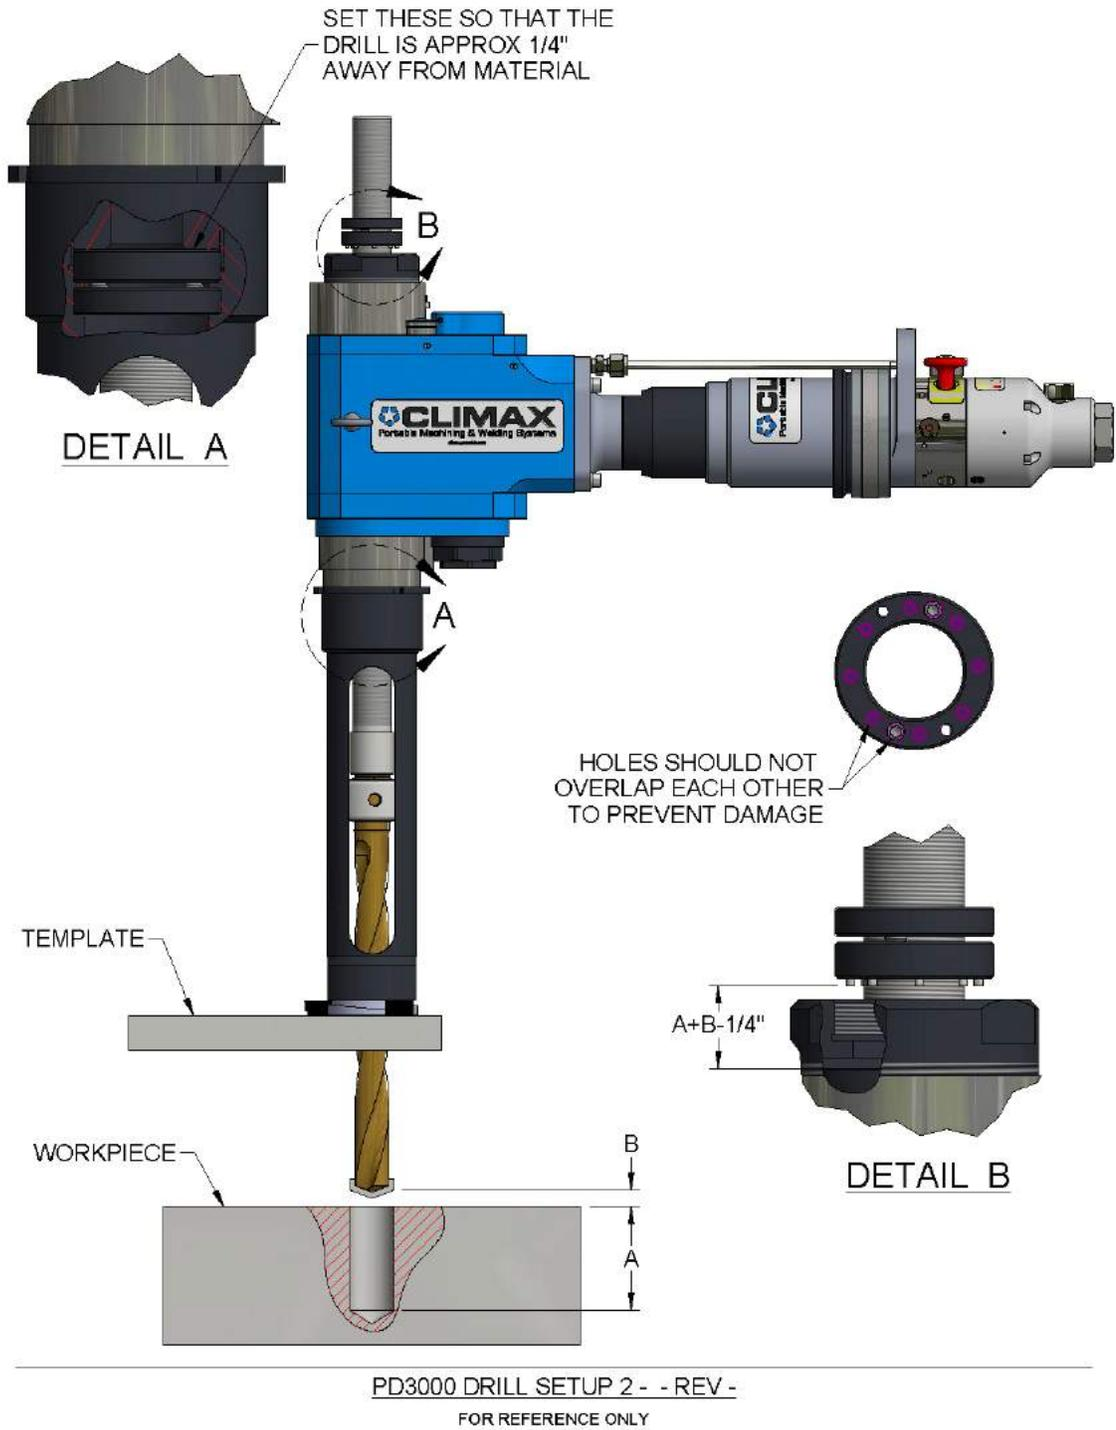

ABBILDUNG 3-3. EINRICHTEN DES BOHRERS
2. Stellen Sie die Tiefen- ein und die Zurückfahrmanschetten von Hand ein, bis die gewünschte Bohrtiefe/Abschalttiefe erreicht ist. Siehe Abbildung 3-3.
Beziehen Sie sich bei dem Folgenden auf Abbildung 3-3: